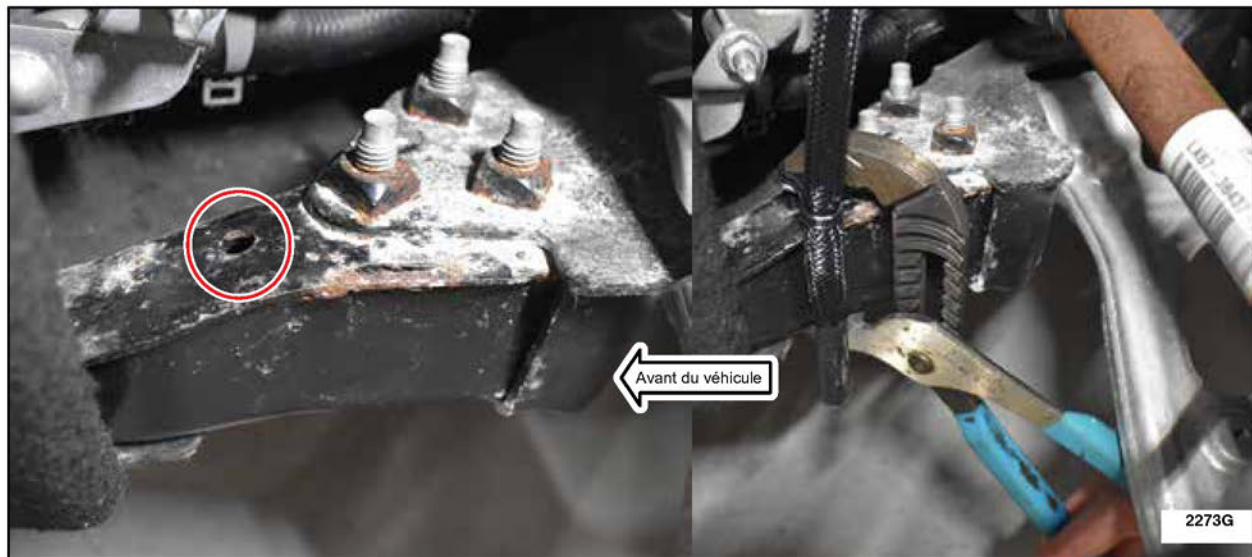

FIGURE 11
25. Fixez le flexible au berceau. Placez l'attache sapin et enfoncez-la aussi loin que possible. Au besoin, utilisez une pince multiprise pour insérer complètement l'attache sapin dans le trou du berceau. Voir la figure 11.